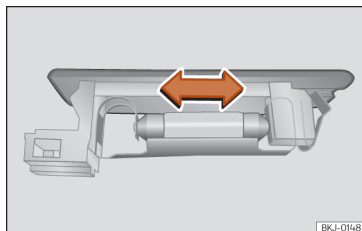

Fig. 176 Luz da bagageira.
- Pressione a lâmpada lateralmente e retire-a do alojamento »» **Fig. 176.**